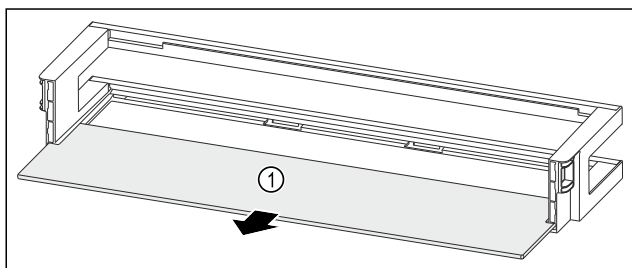

Fig. 139 Ajtópolc tárolólappal
- ▶ Vegye ki a tárolólapot Fig. 139 (1).